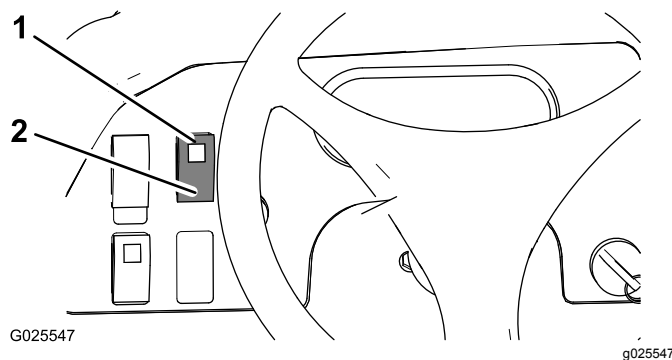

図 24
- デファレンシャルロックスイッチを上位置にするとデファレンシャルがロックされる 図 24。
- デファレンシャルロックスイッチを上位置にするとデファレンシャルが解除される 図 24。